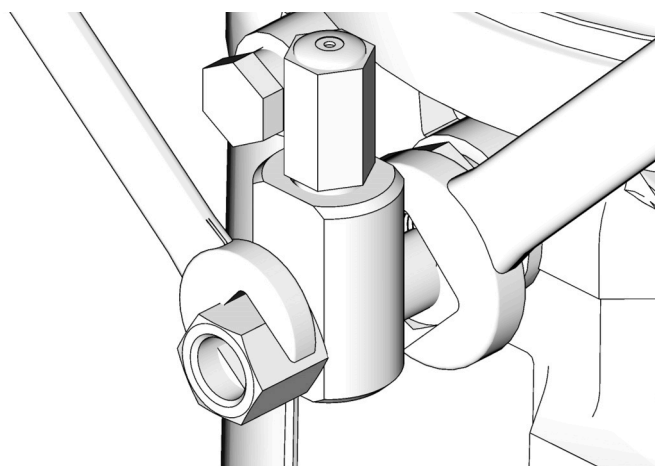

图 11
1. 松开泵元件管件（图 11）。
3. 使用相反方向上的两个扳手拧紧泵元件管件（图 11）。